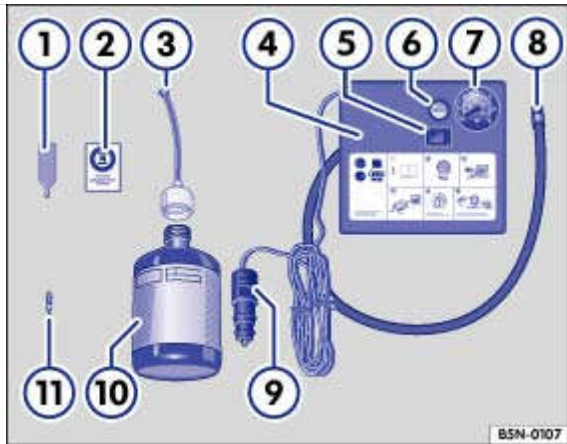

Fig. 267 Schéma de principe : composition du kit de crevaison
Le kit de crevaison se trouve dans le coffre à bagages, sous le revêtement de plancher. Il se compose des éléments suivants → Fig. 267 :
- Dévissez l'obus de valve de la valve du pneu à l'aide de l'extracteur d'obus → Fig. 267 ① et placez-le sur un support propre.
- Secouez plusieurs fois énergiquement la bouteille de produit de colmatage des pneus → Fig. 267 ⑩ .
- Vissez fermement le flexible de remplissage → Fig. 267 ③ sur la bouteille de produit de colmatage des pneus dans le sens des aiguilles d'une montre. Le film situé sur le bouchon est alors automatiquement percé.
- Retirez le bouchon du flexible de remplissage → Fig. 267 ③ et enfoncez l'extrémité libre sur la valve.
- Revissez l'obus de valve dans la valve du pneu à l'aide de l'extracteur d'obus → Fig. 267 ① .
- Vissez fermement le flexible de gonflage du pneu → Fig. 267 ⑧ du compresseur d'air sur la valve du pneu.
- Veillez à ce que la vis de décharge de pression d'air → Fig. 267 ⑥ soit fermée.
- Branchez la fiche électrique → Fig. 267 ⑨ dans une prise de courant 12 volts du véhicule → Prises de courant .
- Mettez en marche le compresseur d'air à l'aide de l'interrupteur MARCHE/ARRÊT → Fig. 267 ⑤ .
Raccordez à nouveau le flexible de gonflage du pneu → Fig. 267 ⑧ et consultez la pression indiquée sur le manomètre ⑦.